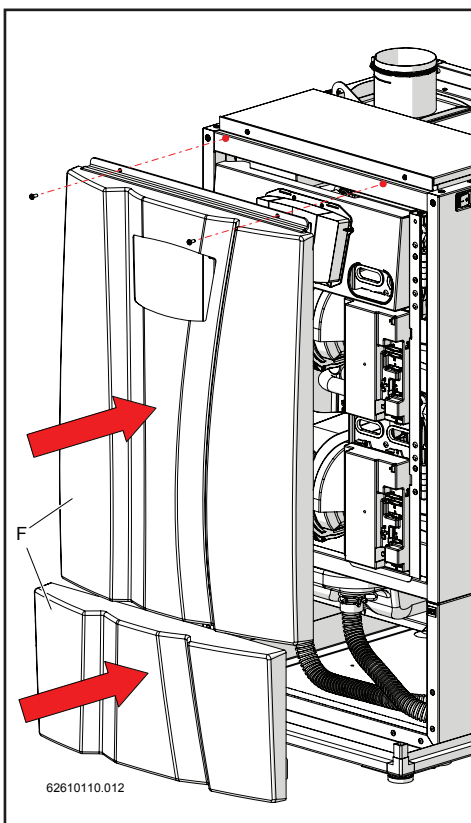
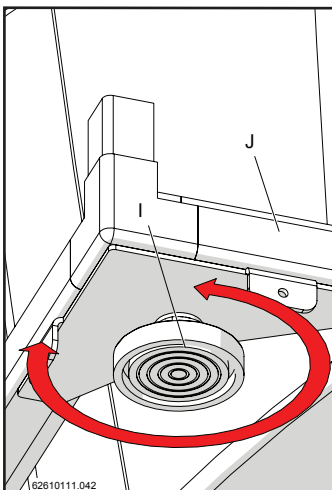

Figure 15-7
Figure 15-8
- 4.- Insérer le couvercle supérieur "F" de l'appareil (figure 15-7) et agir sur les pieds réglables "I" du cadre inférieur "J" pour ajuster sa stabilité sur le plan de installation (figure 15-8).